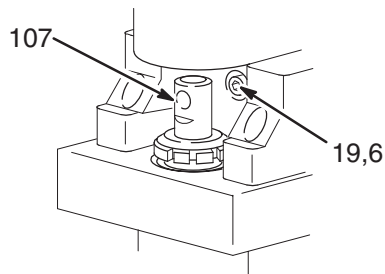

Fig. 24
2. Déposez la commande de pression (64). Voir page 27.
3. Tournez la tige de la pompe (107) de telle manière que le trou de goupille soit aligné avec la vis inférieure du carter d'entraînement (19). Voir Fig. 24. Retirez les trois vis du carter d'entraînement et les rondelles-freins (19, 6). Voir aussi Fig. 25 à la page 26.